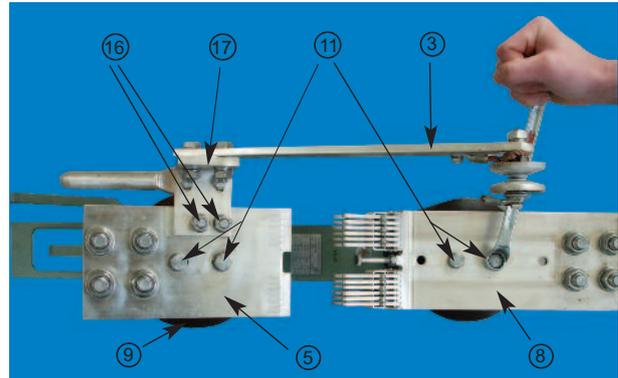

Abb. 3: (Ab)montieren des Hauptkontaktsystems
- Kontaktplatte mit Kontaktfinger (8) durch Lösen der beiden Befestigungsschrauben M 10x25 (11) vom feststehenden Isolator (12) abnehmen (Abb. 3)
- Neue Kontaktplatte mit Kontaktfingern (8) mit den beiden Befestigungsschrauben M 10x25 (11) auf den feststehenden Isolator montieren und geringfügig anziehen
- Linearität der neuen Kontaktplatte (8) zur beweglichen Anschlussplatte (5) unter zu Hilfenahme eines Lineals sicherstellen
- Befestigungsschrauben M 10x25 (11) der Kontaktplatte (8) anziehen (Anziehdrehmoment: 32 Nm)
- Anschlussplatte (5) inklusive Kontaktarm (3) durch Lösen der beiden Befestigungsschrauben M10x25 (11) vom beweglichen Isolator (9) entfernen (Abb. 3)
- Neue Anschlussplatte (5) inklusive Kontaktarm (3) mit den beiden Befestigungsschrauben M10x25 (11) auf den beweglichen Isolator (9) montieren und geringfügig anziehen.
- Nach der zentrischen Justage des Kontaktarmes (3) sind die beiden Befestigungsschrauben M 10x35 (16) am Kontaktwinkel (17) anzuziehen, (Abb. 3) (Anziehdrehmoment: 32 Nm)